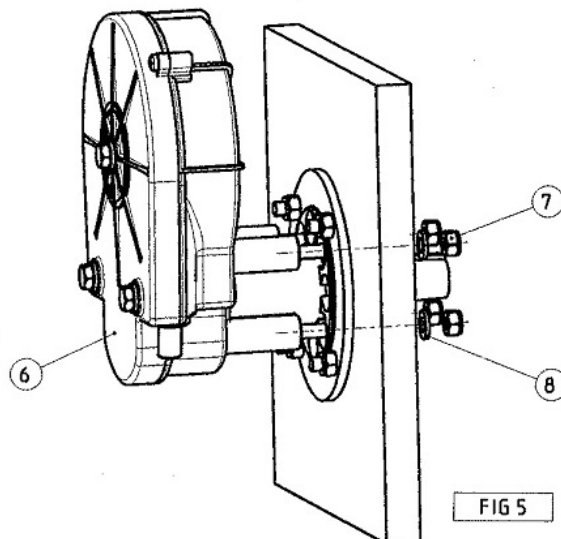

FIG 5
- Insérez le boîtier de direction (6) dans les logements de bride spéciaux (voir Fig. 5 et 6), en le positionnant comme autorisé par les dégagements (il est possible de monter la boîtier dans 8 positions différentes, à des intervalles de 45 °).
- Fixer le goujon avec les 4 écrous autobloquants (7), les 4 rondelles (8) en les serrant transversalement.